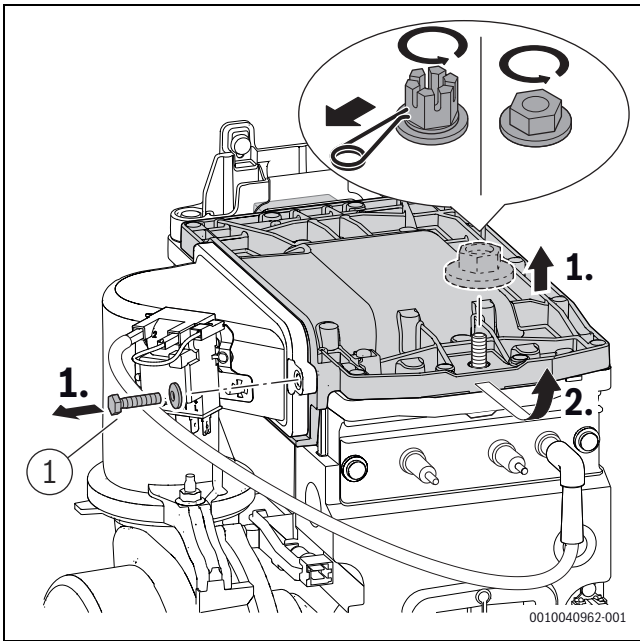

Bild 74 Brennerdeckel ausbauen
- Schraube ([1], Bild 74) am Brennerdeckel mit 5,5+0,5 Nm festziehen.